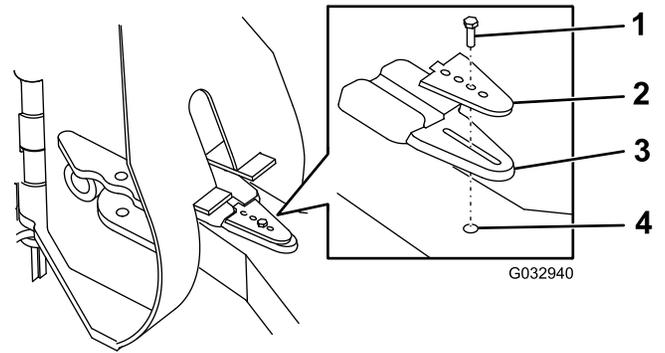

Bild 46
2. Stellen Sie die Anschlagpufferplatte ein (**Bild 46**).